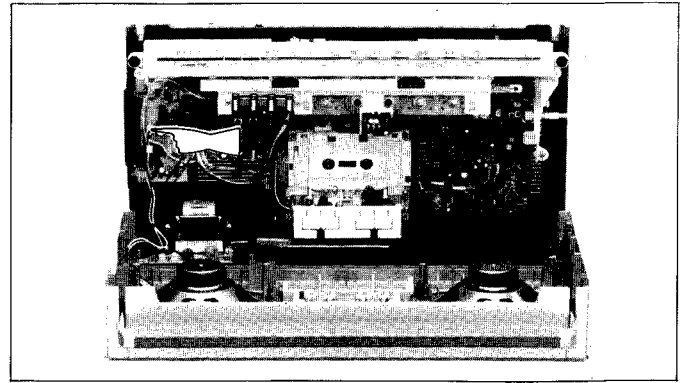

Figure 7-1 Abbildung 7-1
3. Remove the speaker socket from the front cabinet, then the front cabinet can separate from the rear cabinet. (See Fig. 7-1.)
3. Die Lautsprecherbuchsen dann vom Vordergehäuse entfernen, wodurch das Vordergehäuse gänzlich vom Rückgehäuse getrennt werden kann. (Siehe Abb. 7-1.)
3. Déposer la douille de haut parleur du coffret avant, puis le coffret avant peut être séparé du coffret arrière. (Voir la Fig. 7-1.)